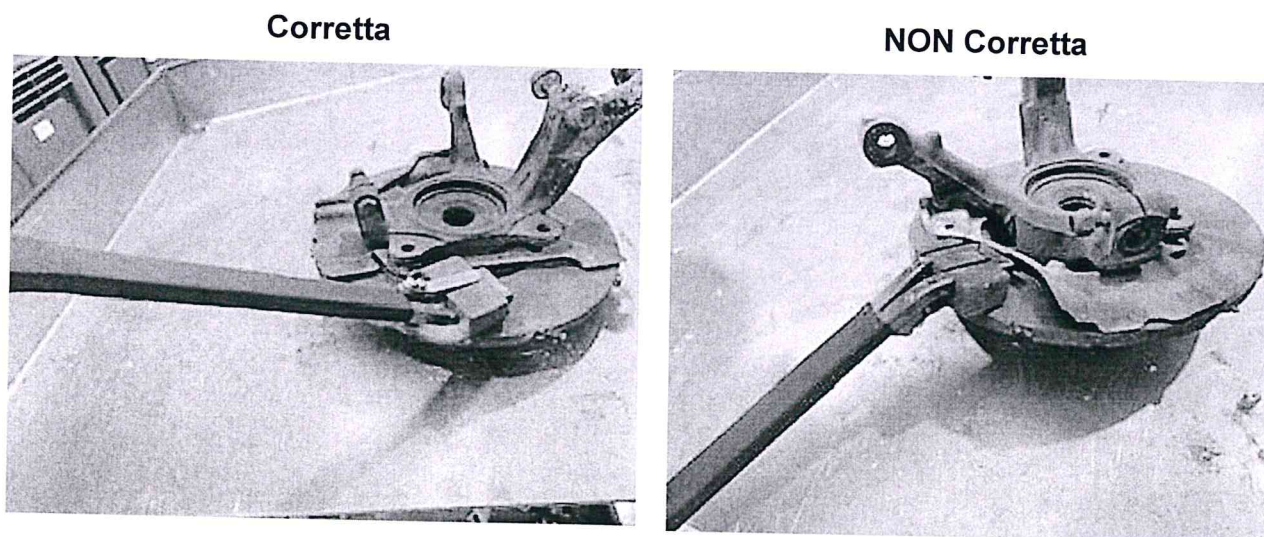

Figura 5
- Posizionare il concentratore di flusso sulla parte da riscaldare (*Figura 5*) e premere il pulsante di avvio riscaldamento (13, *Figura 4*):